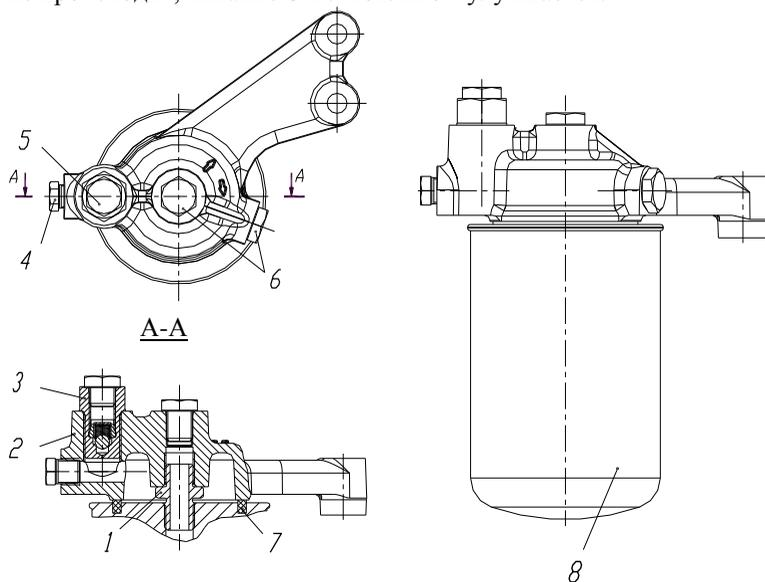

Рис. 23. Фильтр тонкой очистки топлива со сменным фильтром:
Фильтр тонкой очистки топлива (рис. 23) состоит из корпуса 2 с ввернутым к нему штуцером 1 и сменного фильтра для топлива 8. Сменный фильтр выполнен в виде неразборного патрона с металлическим корпусом. Установка сменного фильтра на корпус осуществляется наворачиванием его до упора на центральный резьбовой штуцер 1. Уплотнение между корпусом и сменным фильтром обеспечивается уплотнительным кольцом 7 сменного фильтра. В корпус 2 ввернут клапан жиклер 3. Через клапан жиклер сливается часть топлива вместе с воздухом, попавшим в систему низкого давления. Клапан жиклер отрегулирован на давление начала открытия 20...40 кПа (0,2...0,4 кгс/см2). При малом давлении в системе, что может наблюдаться при пуске двигателя, клапан перекрывает канал и слива топлива не происходит, питание ЭФУ топливом улучшается.
2. Отвернуть сменный фильтр для топлива 8 (см. рис. 23). В случае затруднённого отворачивания фильтра использовать специальный съёмник.